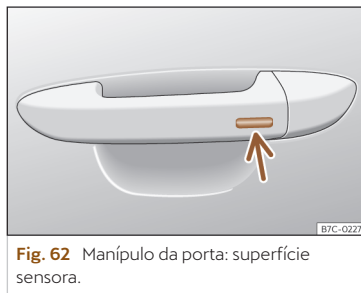

Fig. 62 Manípulo da porta: superfície sensora.
- **OU:** através do sistema Keyless Access (apenas fecho): Mantenha um dedo durante alguns segundos sobre a superfície sensora de bloqueio >>> **Fig. 62** (seta) do manípulo da porta para fechar as janelas e o teto. Se deixar de tocar na superfície sensora, a função de fecho é interrompida.
Mantenha um dedo durante alguns segundos sobre a superfície sensora de bloqueio >>> **Fig. 62** (seta) do manípulo da porta para fechar o teto. Se deixar de tocar na superfície sensora, interrompe a função de fecho.